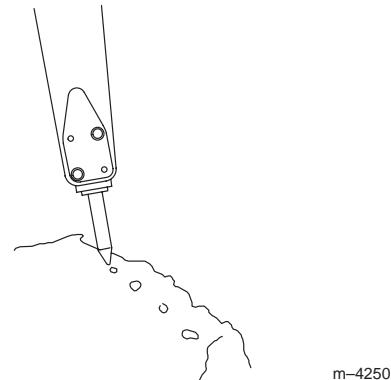

Bild 3
- Bei vielen Materialien empfiehlt es sich nicht, laufend auf eine Stelle zu schlagen. Verschieben Sie den Bohrer jedes Mal, wenn er in das Material eindringt, ohne es aufzubrechen. Wenn Sie den Bohrer an eine neue Stelle bewegen, verlagern Sie ihn parallel zur Kante des Materials, ungefähr 7,5 cm vom letzten Loch. Dies macht Rillen im Material und bricht bei wiederholtem Durchführen große Materialstücke heraus (Bild 3).